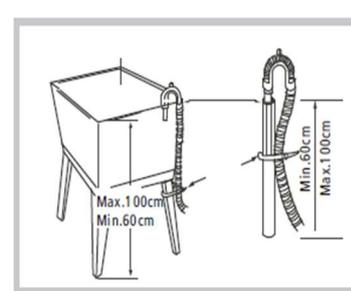

Рис.4
- В случае необходимости увеличить длину шланга. Используйте шланг такого же типа и стяните винтовыми скобами место соединения рис.4.